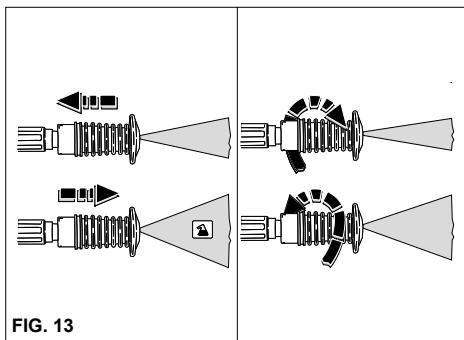

FIG. 13
MULTIREC-MUNNSTYKKE (fig. 13)
- Når rengjøringsmaskinen ikke er i bruk må sikkerhetsanordningen på håndtaket lukkes (fig. 13).
skal vaskes nedefra og opp (fig. 13). La blandingen få virke i noen få minutter.